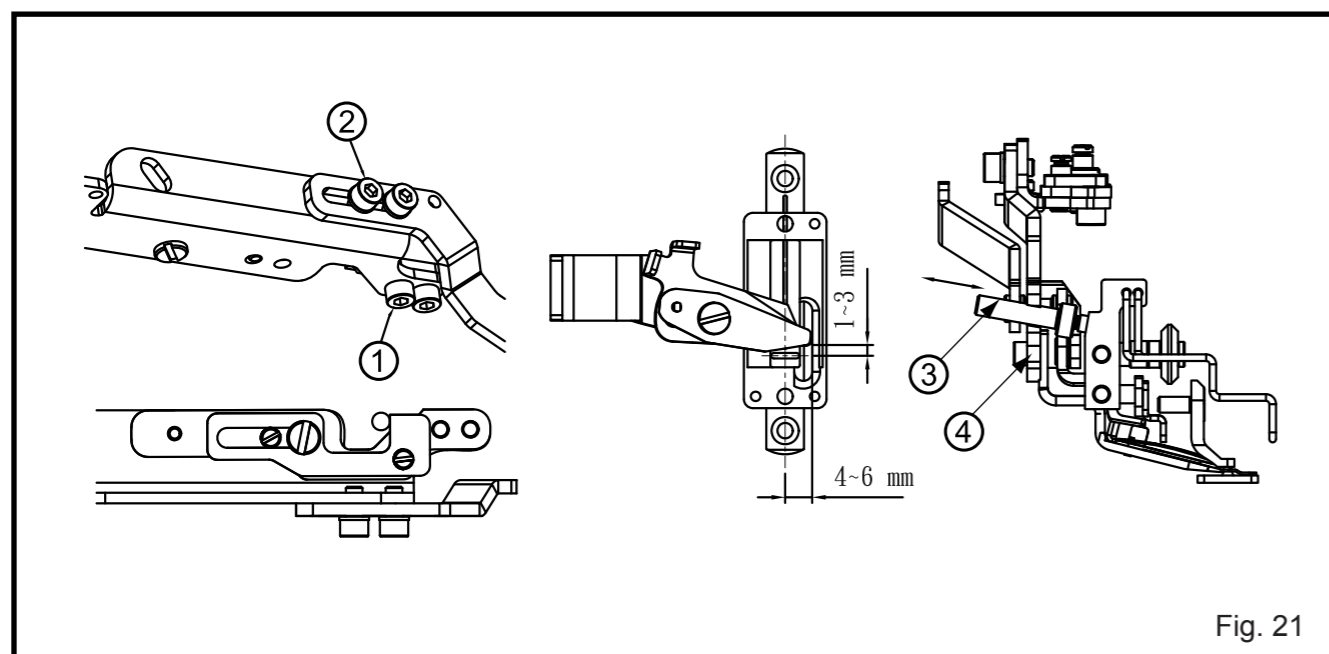

Fig. 21
4. Regulagens atrás, na frente, na direita e na esquerda do corta fio da agulha (durante a costura) (Fig. 21)